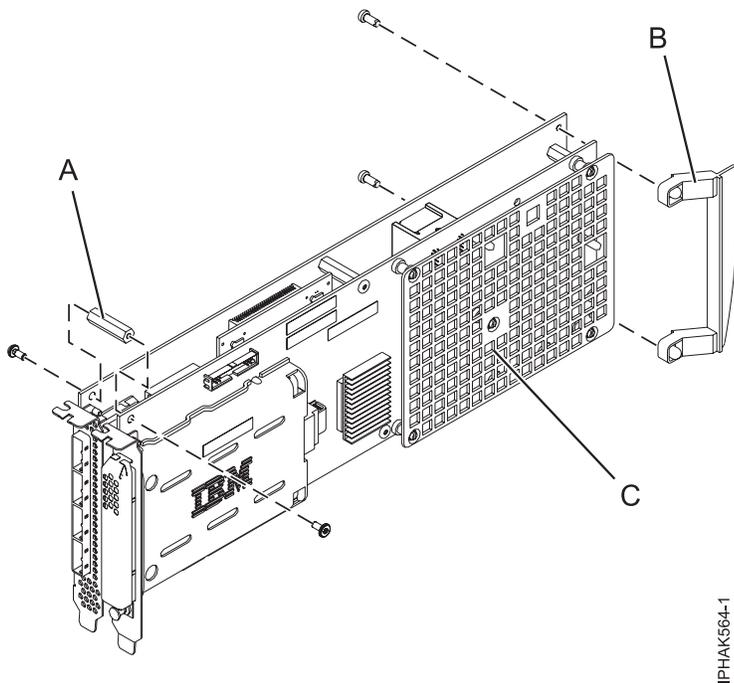

Figure 50. Retrait de la grille en plastique d'une carte SAS RAID PCI-X DDR 1,5 Go de cache
2. Sur une carte SAS RAID PCI-X DDR 1,5 Go de cache, retirez la grille en plastique (**C**) des vis de butée en plastique, sans toutefois les retirer. Voir figure 50, à la page 68.